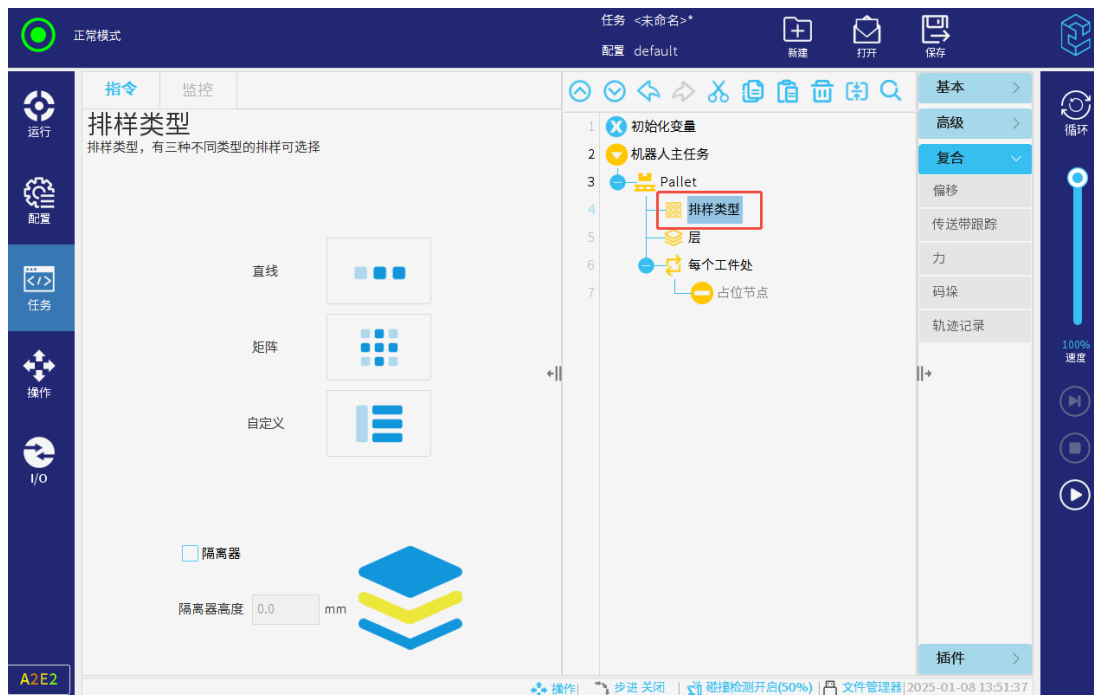

图 3-125: 设置排样类型
3. 点击任务树中的“排样类型”节点，用户可设置为“直线”、“矩阵”或“自定义”，如图 3-125所示。